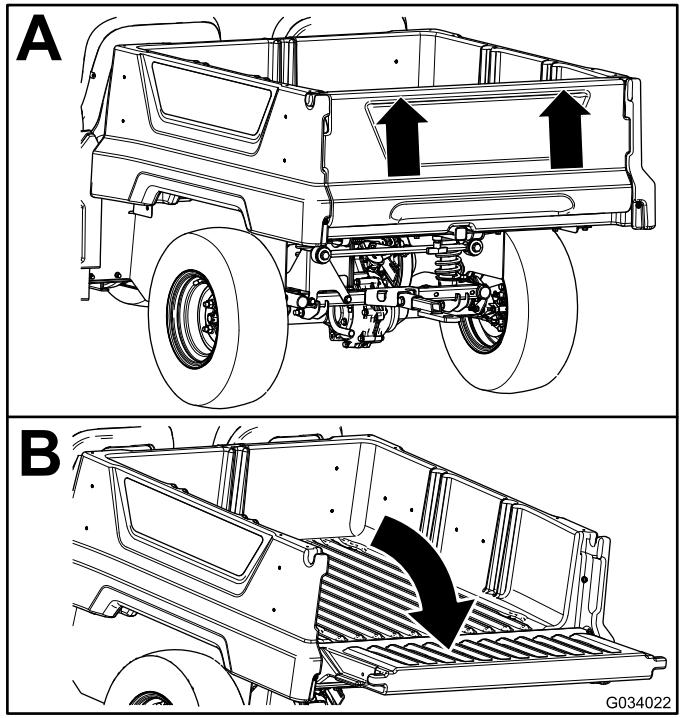

Рисунок 16
2. Двумя руками поднимите откидной борт, используя выступ около верхней части откидного борта (Рисунок 16).
3. Опустите откидной борт так, чтобы он был на одном уровне с дном грузового кузова (Рисунок 16).